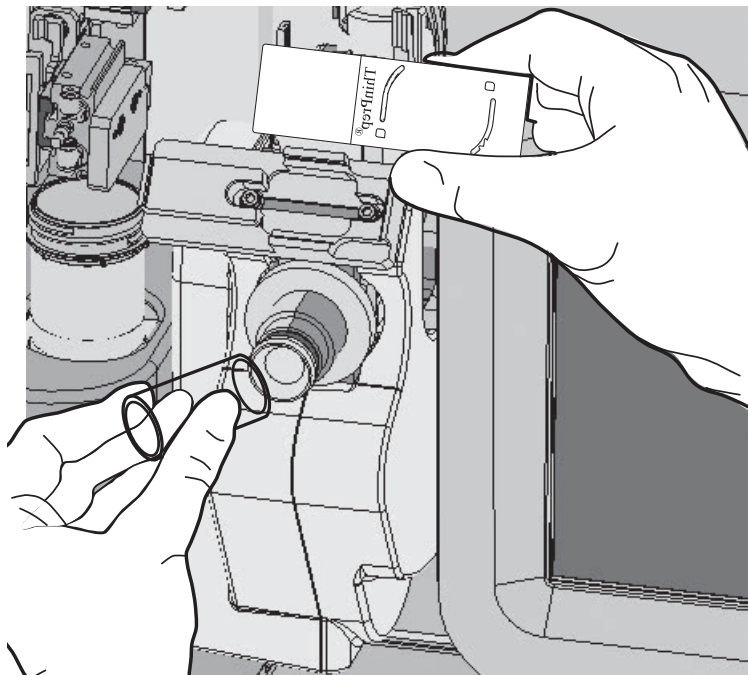

Figura 7-16 Carregar lâmina e filtro
4. Coloque cuidadosamente o frasco de PreservCyt etiquetado e bem fechado contendo a amostra do paciente no copo dispersor até que o fundo do frasco fique apoiado na base do copo dispersor. Consulte o Figura 7-16.